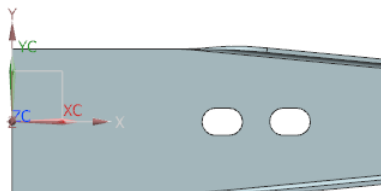

图 10-60 创建法向除料特征
(4) 返回到“法向除料”对话框, 单击按钮, 创建法向除料特征, 如图 10-60 所示。